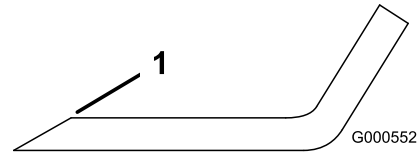

Figure 90
1. Au moyen d'une lime, aigüisez les tranchants aux deux extrémités de la lame (Figure 90).
Remarque: Si la lame est déséquilibrée, limez un peu l'extrémité de l'ailette seulement (Figure 90).